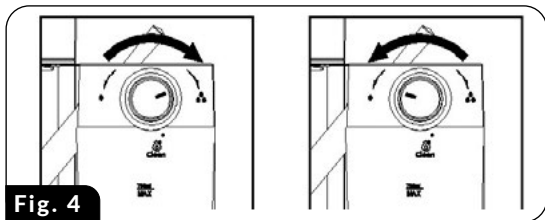

Fig. 4
**ATENȚIE!** Înainte de prepararea cafelei CAPPUCINO, reglați cantitatea de lapte spumos în funcție de preferințe, rotind butonul de dozare (23) spre stânga pentru mai multă spumă sau spre dreapta pentru a reduce cantitatea de spumă (Fig.4). De asemenea, puteți regla intensitatea spumei în timpul procesului de spumare.
**ATENȚIE! Înainte de prepararea cafelei LATTE, reglați cantitatea de lapte spumos în funcție de preferințe, rotind butonul de dozare (23) spre dreapta pentru mai multă spumă sau în sens invers acelor de ceasornic pentru a reduce cantitatea de spumă (Fig.4). De asemenea, puteți regla intensitatea spumei în timpul procesului de spumare.**
1. Instalați filtrul selectat (13) în balon (10), umpleți-l cu cafea și instalați balonul în mașina de cafea.
2. Asigurați-vă că există o cantitate adecvată de apă în rezervorul de apă (15) și în rezervorul de lapte (19) cantitatea potrivită de lapte.